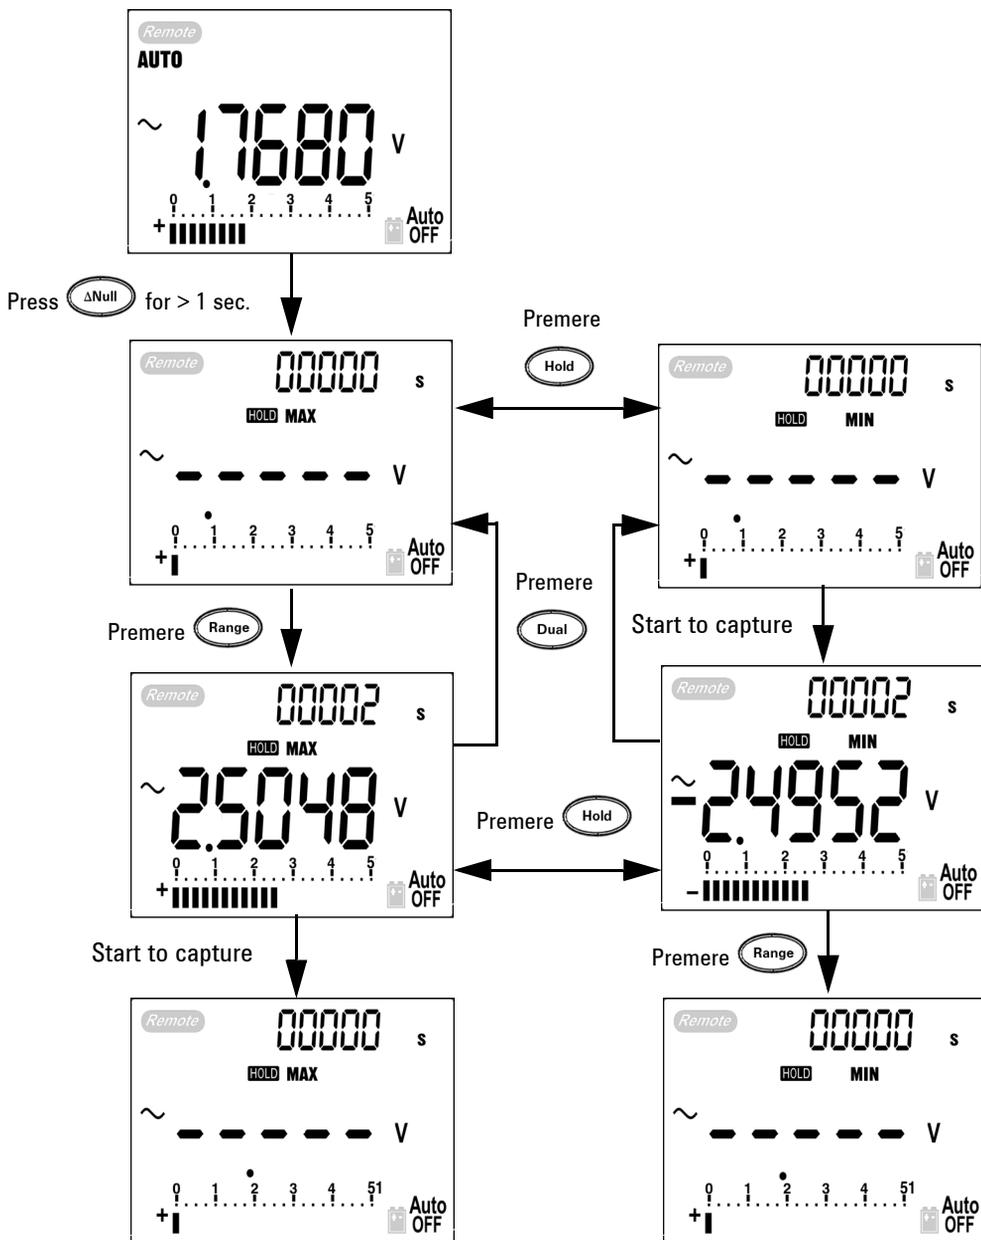

Figura 3-6 Funzionamento in modalità Peak Hold 1 ms
- 4 In base alle misurazioni in Figura 3-6, il fattore di cresta sarà $2,5048/1,768 = 1,416$.